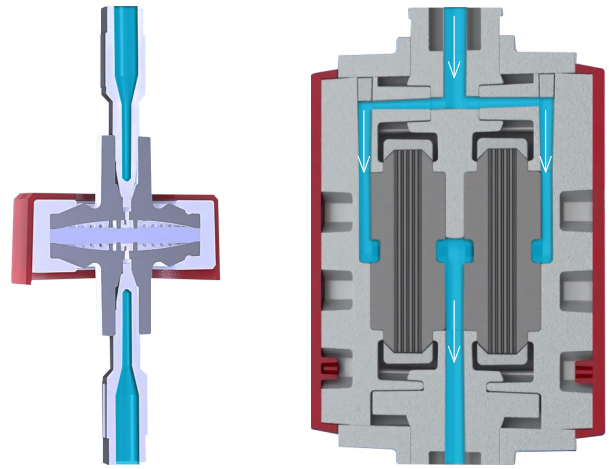

图 4. HiTrap™ (左) 和 HiScreen™ (右) Fibro PrismaA 单元的横截面图片。即将投入大规模生产的 Fibro PrismaA 单元的基床设计将与 HiScreen™ Fibro PrismaA 相似，但流路设计有所不同。
HiTrap™ Fibro PrismaA 单元有一个基床，可在 ÄKTA™ 系统上以 40 基质体积 (MV)/ min 的极高流速运行。HiScreen™ Fibro PrismaA 单元有两个平行基床，每个平行基床的厚度是 HiTrap™ 单元基床厚度的两倍(图 4)。因此，HiScreen™ Fibro 的推荐流速比 HiTrap™ 单元基床的流速低 (8 MV / min)。